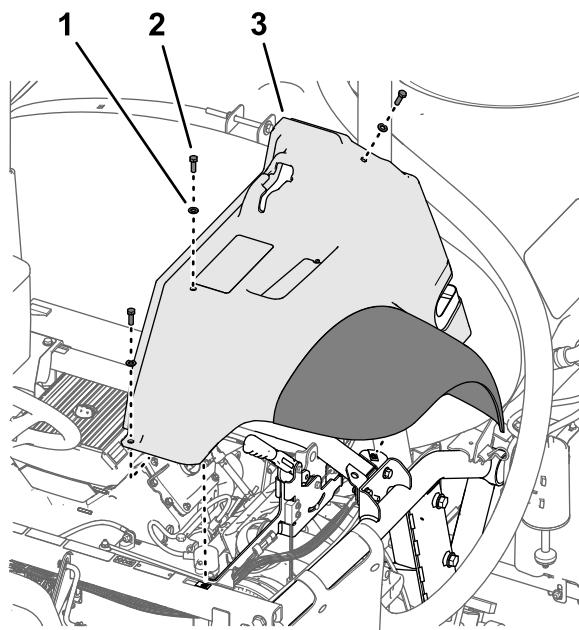

Figura 217
- Montate, senza serrarlo, il parafango al telaio (Figura 217) con i 3 bulloni (5/16" x 1") e le 3 rondelle (5/16") che avete rimosso al passaggio 2 di Rimozione dei parafanghi anteriori sinistro e destro \(pagina 9\).